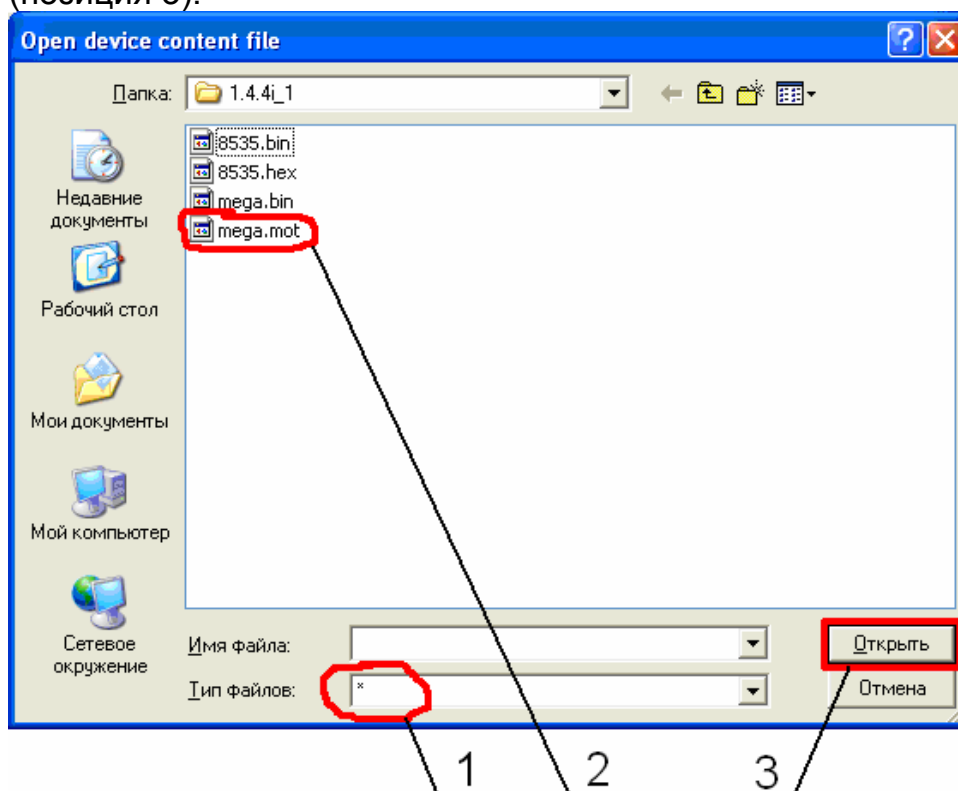

Рис. 13 – Окно Open device content file.
3.26 В появившемся окне (рисунок 13) в поле Тип файлов выбрать «*» (позиция 1), выбрать файл mega.mot (позиция 2), нажать кнопку «Открыть» (позиция 3).